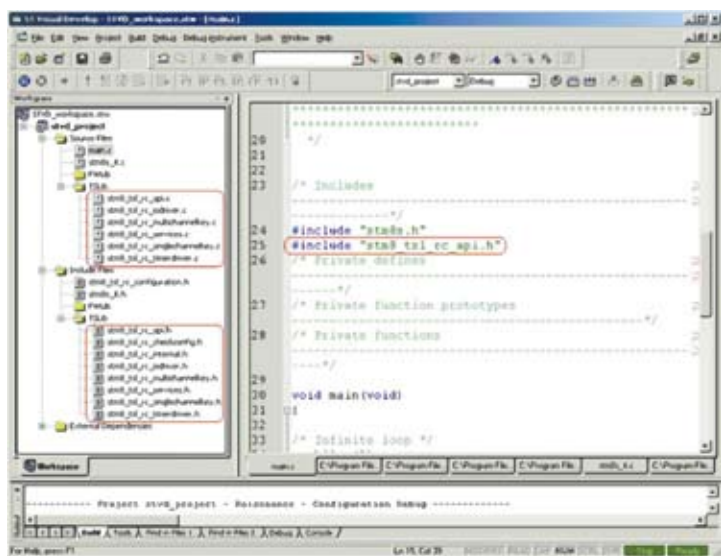

Рис. 9. Конфигурирование сенсорной библиотеки
- При использовании инструментария от Raisonance добавить файлы с расширением «.h» и «.c», исключая файл «STM8_TSL_RC_Configuration_TOADAPT.h» из сенсорной библиотеки C:\Program Files\STMicroelectronics\st_toolset\Libraries\STM8_TouchSensing_Driver», соответственно, в директории «Include Files\TSLib» и «Source Files\TSLib» (рис. 9). При использовании инструментария от Cosmic Software файл «STM8_TSL_RC_routines.asm» также не добавляется, вместо него необходимо сконфигурировать «Project → Settings → Linker», что будет описано ниже;